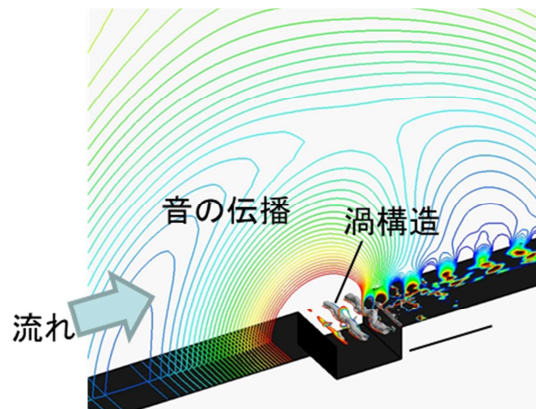

図 2 溝部（キャビティ）から発生する音波
流れから音が発生するメカニズムを厳密に明らかにするためには、流体や音の基礎方程式を直接計算する必要があります。実際の工業製品を対象としてこうした計算を行う場合、①音波のような微小な圧力変化の伝わりを解析することが困難、②計算に必要となる時間・計算機性能（計算コスト）の増大などの問題がありました。われわれは、この問題を解決するため、高い精度を有する計算手法を開発してきました。本手法により、流体機器において多くみられるキャビティと呼ばれる溝形状（図 2 参照）や自動車グリルなどに見られる平板列まわりの流れにおいて、特定の周波数で発生するピーク性の強い音が、流れと音が相互に作用し合うことで発生する機構を明らかにしました。